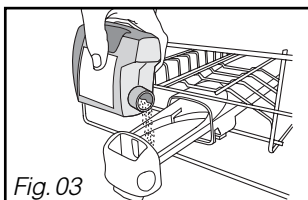

Fig. 03
• Les poudres ou les liquides dans le tiroir du distributeur (Fig 03)